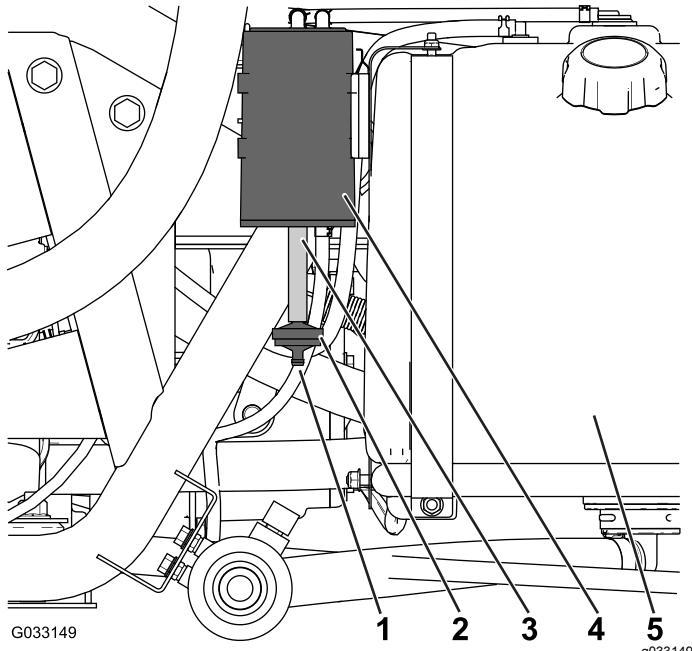

Figure 42
Vérifiez par l'ouverture au bas du filtre à air de la cartouche de charbon actif qu'il est propre et exempt de débris et d'obstructions (Figure 42).
1. Détachez le raccord cannelé du filtre à charbon actif situé sur le flexible au bas de la cartouche de charbon actif, et déposez le filtre (Figure 42).